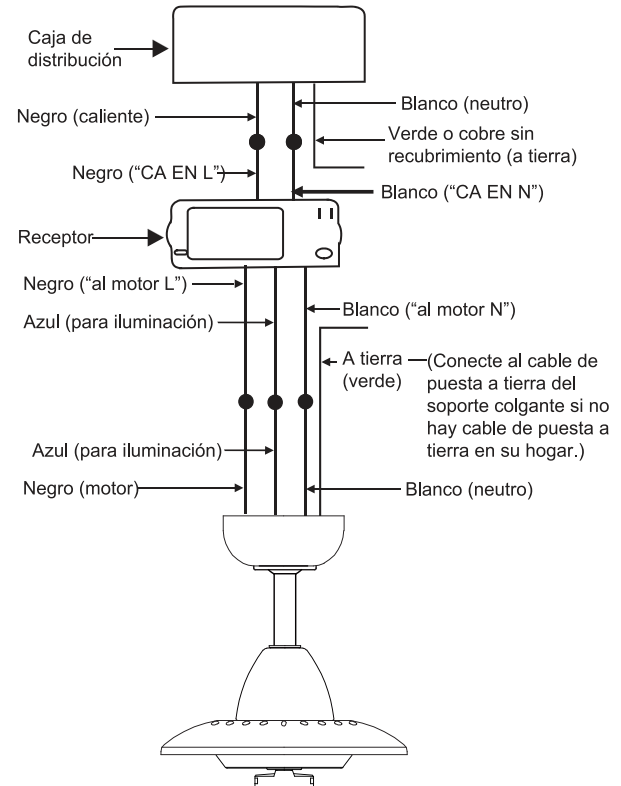

Fig. 13
Paso 2. Conexiones eléctricas del motor al receptor: (Fig. 13)
Paso 3. (Fig. 13) Conexiones eléctricas del receptor a los cables de alimentación del hogar:
Paso 4. (Fig. 13). Si su caja de distribución tiene un cable de puesta a tierra (verde o cobre sin recubrimiento), conéctelo a los cables de puesta a tierra del ventilador; en caso contrario, conecte el cable de puesta a tierra del soporte colgante al soporte de montaje. Asegure la conexión eléctrica con una tuerca de plástica para cable proporcionada. Después de haber conectado los cables, sepárelos de manera que el cable verde y el cable blanco queden de un costado de la caja de distribución y el cable azul y el cable negro queden del otro costado.
Paso 4. (Fig. 13). Si su caja de distribución tiene un cable de puesta a tierra (verde o cobre sin recubrimiento), conéctelo a los cables de puesta a tierra del ventilador; en caso contrario, conecte el cable de puesta a tierra del soporte colgante al soporte de montaje. Asegure la conexión eléctrica con una tuerca de plástica para cable proporcionada. Después de haber conectado los cables, sepárelos de manera que el cable verde y el cable blanco queden de un costado de la caja de distribución y el cable azul y el cable negro queden del otro costado. Empuje con cuidado las conexiones de cables hacia arriba dentro de la caja de distribución.